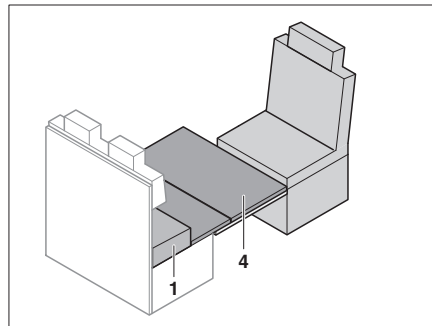

Fig. 186 Placer le support pour lit de secours
- Placer le support pour lit de secours (Fig. 186,4) sur la table. Ce faisant, placer le bord avant du support pour lit de secours directement contre le siège conducteur.